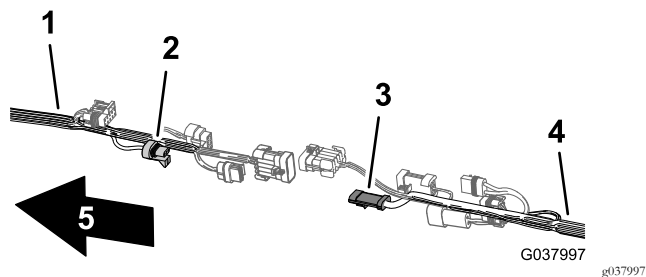

Bild 107
3. Stecken Sie den 3-Buchsen-Stecker des vorderen Kabelbaums für das Durchflussmessgerät in den 3-Stift-Stecker des hinteren Kabelbaums für das Durchflussmessgerät (Bild 107).